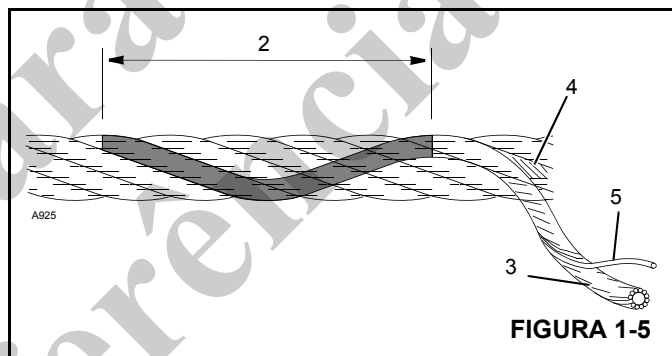

FIGURA 1-5
13. Ao verificar se há fios rompidos (5) ((Figura 1-5)) relaxe o cabo, remova-o dos "pontos de sustentação" e flexione-o o máximo possível. O defeito em um cabo de aço é referido com relação ao "Comprimento do encordoamento" (2), que é a distância medida ao longo do cabo em que um cordão (3) completa uma volta ao redor do núcleo (4).